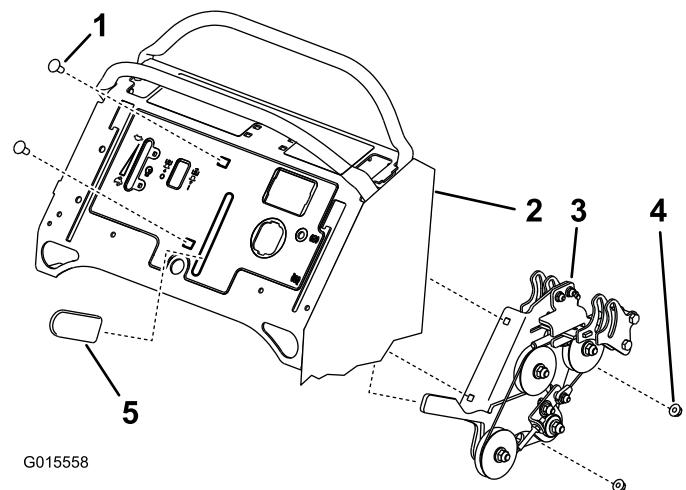

Figura 11
- Coloque o conjunto de controlo de velocidade na torre e aperte-o na torre com 2 parafusos de carroçaria (5/16 x 1 polegada) e 2 porcas de flange (5/16 polegada) (Figura 11).
- Monte a pega de borracha na alavanca de controlo de velocidade (Figura 11).